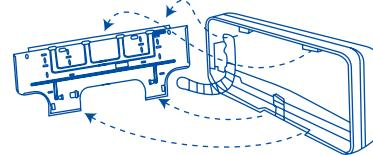

Рис. 13
5) Установите внутренний блок, надежно закрепив его на монтажной пластине (рис. 13)